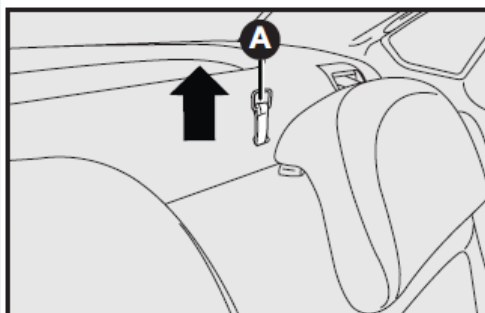

fig. 88
3) Desenganche el respaldo, utilizando las palancas laterales A-fig. 88 en el sentido de la flecha.